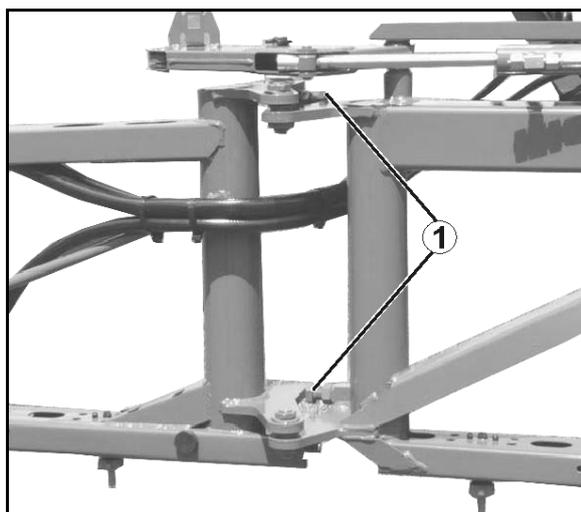

Fig. 145
3. Extraer la barra de válvula (Fig. 145/3) con los soportes de válvula y limpiarla con aire a presión o aceite hidráulico.